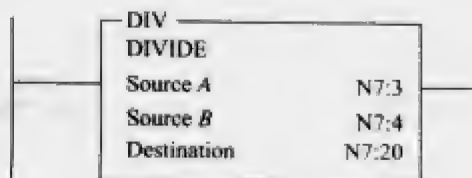

图 11-24
7. 参考图 11-24, 如果 N7:3 中的数据为 40, N7:4 中的数据为 3, 那么目的地址中的数据是多少?